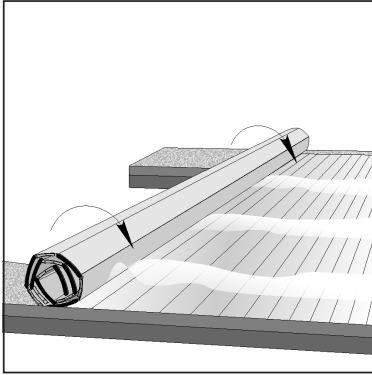

Fig. 01
- a) packing the curtain (Fig. 01, 02);